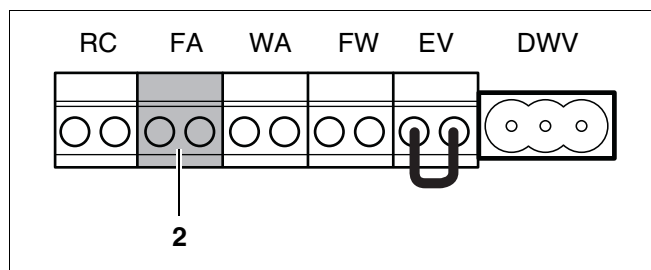

Рис. 31 Клеммник – датчик наружной температуры (цвет подключения синий)
- Подключить соответствующий датчик наружной температуры к синей клемме FA (рис. 31, поз. 2). Для этого следует использовать 2-жильный силовой кабель сечением 0,4 - 0,75 мм2.